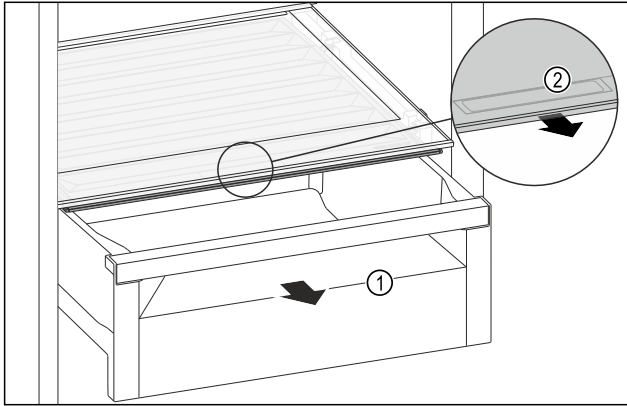

Fig. 200
- Retirer le tiroir Fig. 200 (1).
- Saisir la poignée encastrée Fig. 200 (2) du couvercle du compartiment et tirer le couvercle du compartiment par l'avant.